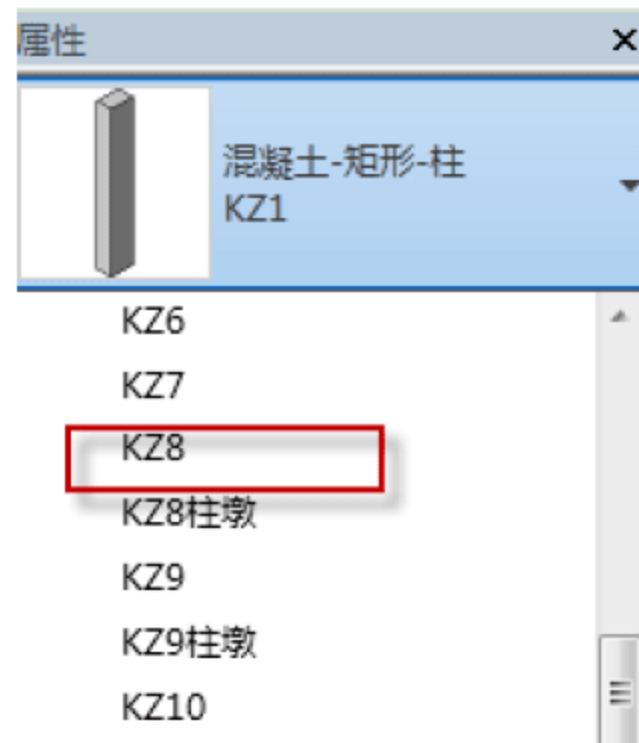
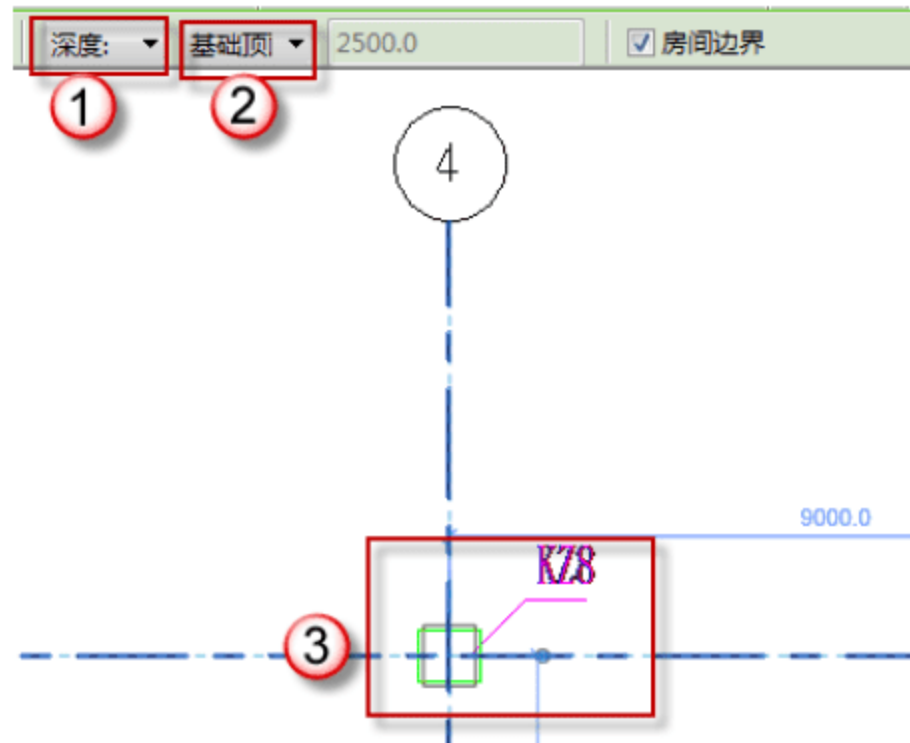

图 3.1.38 KZ8 属性
图 3.1.39 KZ8 的绘制
(20) 建立柱 KZ8。按快捷键 C+L (绘制结构柱), 在“属性”面板中选择“混凝土-矩形-柱”柱类型, 选择 KZ8 框柱, 如图 3.1.38 所示。然后选择“深度”→“基础顶”选项, 最后将 KZ8 绘制在柱定位处, 如图 3.1.39 所示。